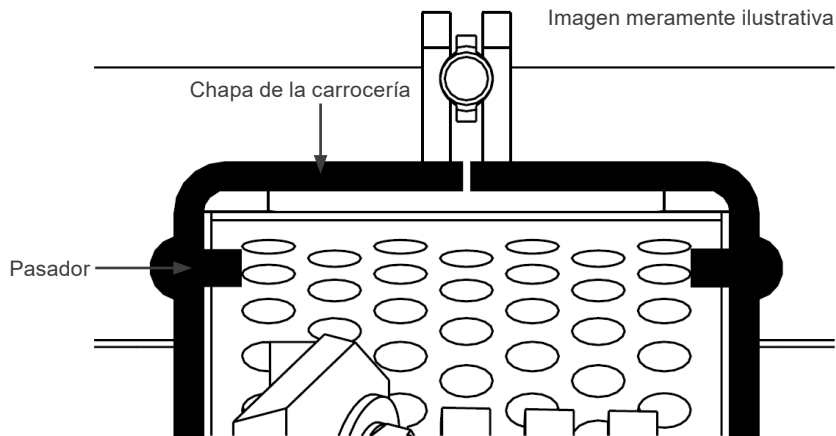

Figura 7.2: Montaje correcto de las cribas
- Con la trituradora apagada y tras tomar las precauciones necesarias, abra la tapa (7) de la trituradora para acceder al tamiz.
- Para volver a colocarla, el tamiz debe montarse entre el pasador y la placa del cuerpo de la trituradora, tal y como se muestra en la Figura 7.2 de la página 82.